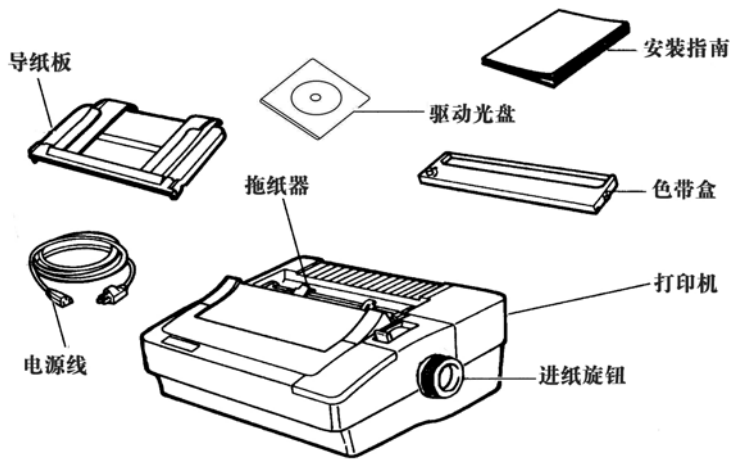
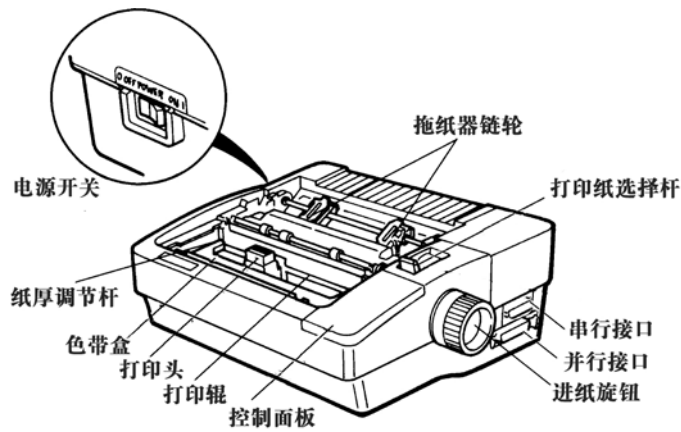

图 1-1 打印机包装箱内的组件
图 1-2 打印机的主要组成部件
在打印机包装箱内，应包含以下组件：①《安装指南》；②色带盒；③导纸板；④进纸旋钮；⑤打印主机；⑥驱动光盘（如图 1-1 所示）。如有遗漏，请与有关经销商联系。
该打印机的主要部件如图 1-1 和图 1-2 所示。